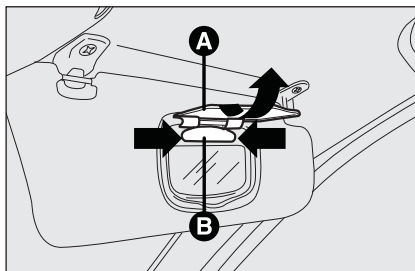

fig. 45
- ☐ abra el revestimiento de protección **A-fig. 45** del espejo;